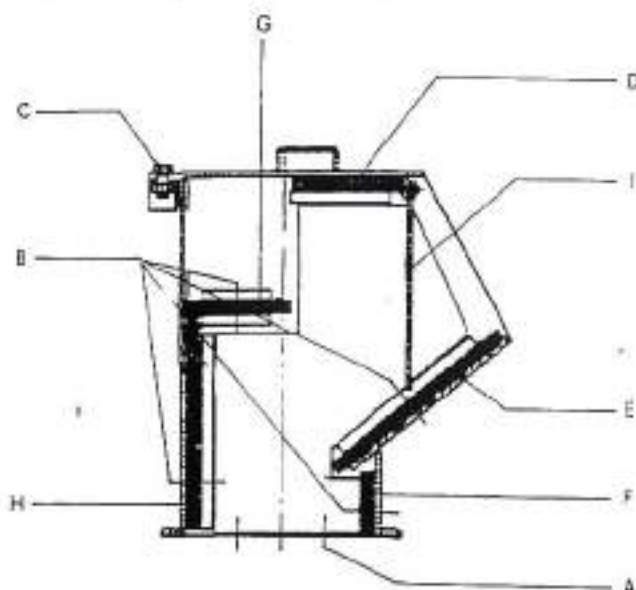

fig. 16
- svitare le viti fig. 16/A ed agganciare la bocca con un mezzo di sollevamento appropriato (il peso della bocca di carico completa è riportato nella "Scheda Tecnica") tramite il golfare situato sopra il coperchio della stessa;
- svitare le viti (fig. 16/B) che bloccano le piastre di protezione e le viti che bloccano il coperchio (fig. 16/C);
- sfilare le piastre di protezione (fig. 16/D, E, F, G, H);
- rimettere il coperchio e bloccarlo con le sue viti, avendo cura di sostituire le bavette in gomma (fig. 16/I), se usurate;
- svitare le viti (fig. 16/A);